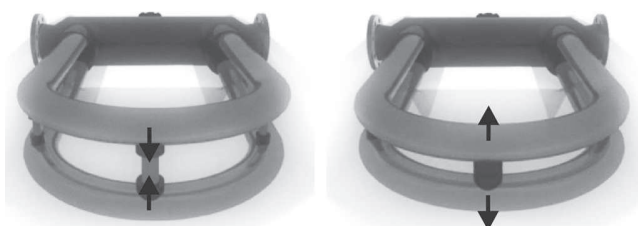

Рисунок 2. Направление сил, действующих на расходомерные трубки в разные моменты времени без потока
Угол закручивания трубы датчика прямо пропорционален количеству жидкости, проходящей через трубу в единицу времени. Электромагнитные детекторы скорости (5), расположенные с каждой стороны трубы, измеряют скорость колебания трубы. Массовый расход определяется путем измерения временной задержки между сигналами детекторов. Следует учесть, что при этом амплитуда колебаний трубок очень мала, и их можно считать неподвижными, следовательно не подвержены износу. При отсутствии потока закручивания трубы не происходит (рисунок 2), и между сигналами детекторов нет временной разности.